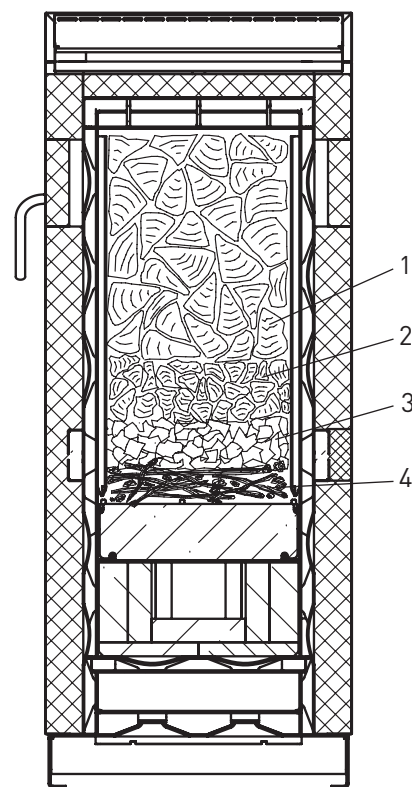

Fig. 1 Sezione della camera di riempimento
- 5.) **Introdurre** dapprima **ceppi di legna** piccoli, poi più grandi, nel senso della lunghezza e riempire la camera di riempimento secondo il fabbisogno, fig. 1.